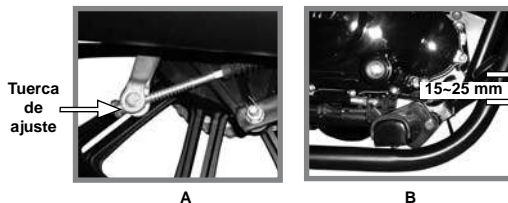

Imagen 12. Ajuste del pedal del freno trasero.
2. Ubicar la tuerca de ajuste en el lado derecho de la llanta trasera. Ver imagen 12-A.
4. Revisar que la carrera libre del pedal del freno esté dentro de la especificación. En caso que la carrera libre no esté entre 15 a 25 mm, repite del paso 2 al 4. Ver imagen 12-B.